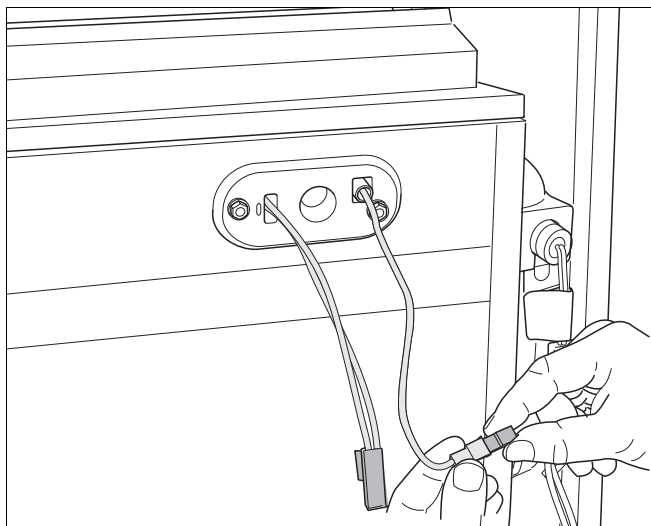

Fig. 73 Smontaggio degli elettrodi di ionizzazione dal giunto ad innesto
- Staccare il collegamento ad innesto del cavo del dispositivo di controllo (fig. 73).